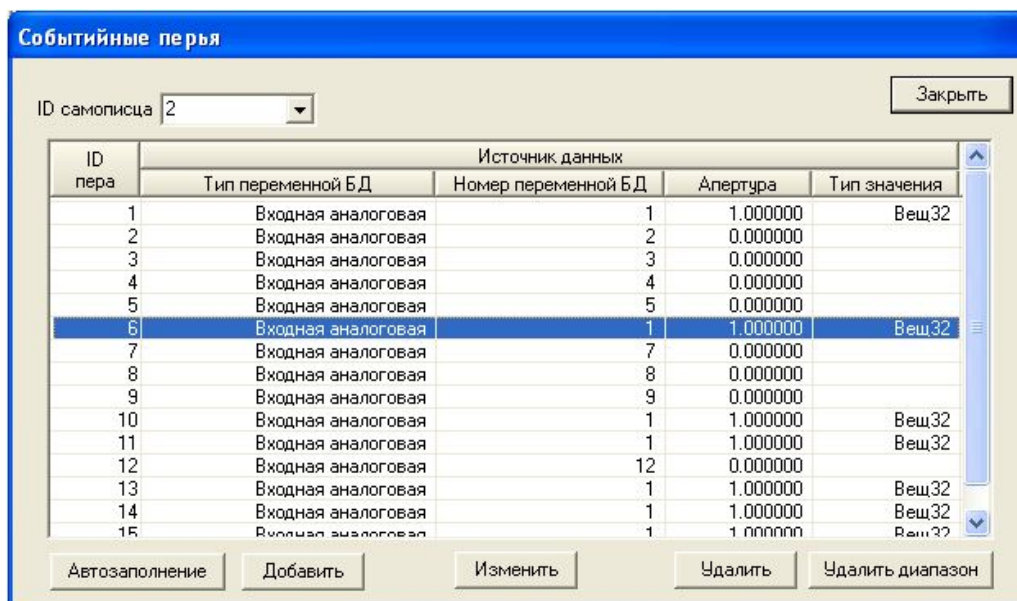

Рисунок 2.15 – Диалоговое окно «Событийные перья»
- 2 В появившемся окне «Событийные перья» (рисунок 2.15) задать необходимые значения параметров.